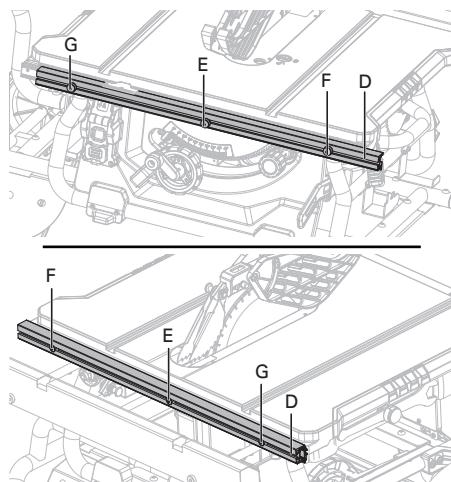

Fig. 11b
- Pousser le levier des rails du guide (A) vers l'arrière de la scie pour le déverrouiller.
- Desserrer les boutons de verrouillage du guide longitudinal (B) sur le guide longitudinal.
- Faire glisser le guide longitudinal (C) vers la droite et le soulever en angle, puis retirer le guide des rails avant et arrière (D).
PRÉCAUTION: Il y a trois vis de réglage (E, F, G) sur chaque rail avant et arrière (D) qui maintiennent le guide longitudinal. Vis de réglage (E, F) utilisées pour le guide longitudinal sur la droite de la lame de scie. Vis de réglage (G) utilisées pour le guide longitudinal sur la gauche de la lame de scie. (Fig. 11b)